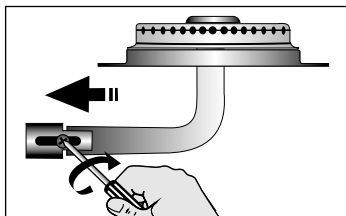

Figura 7.
- Desplace dicho regulador un poco hacia lado de la fuente de calor y apriete nuevamente el tornillo en esta posición (**Ver figura 7**).
- Desplace dicho regulador un poco hacia la válvula y apriete nuevamente el tornillo en esta posición (Ver figura 7).